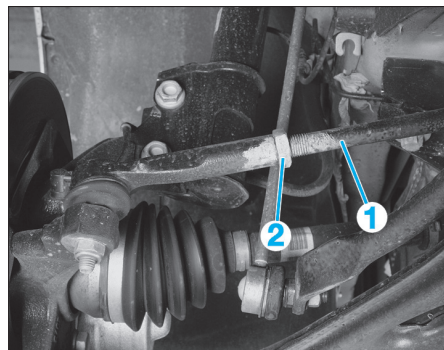

Fig. 1
- Le parallélisme se règle par l'allongement ou le raccourcissement de la longueur des biellettes de direction (1), après avoir desserré le contre-écrou (2) (Fig.1).